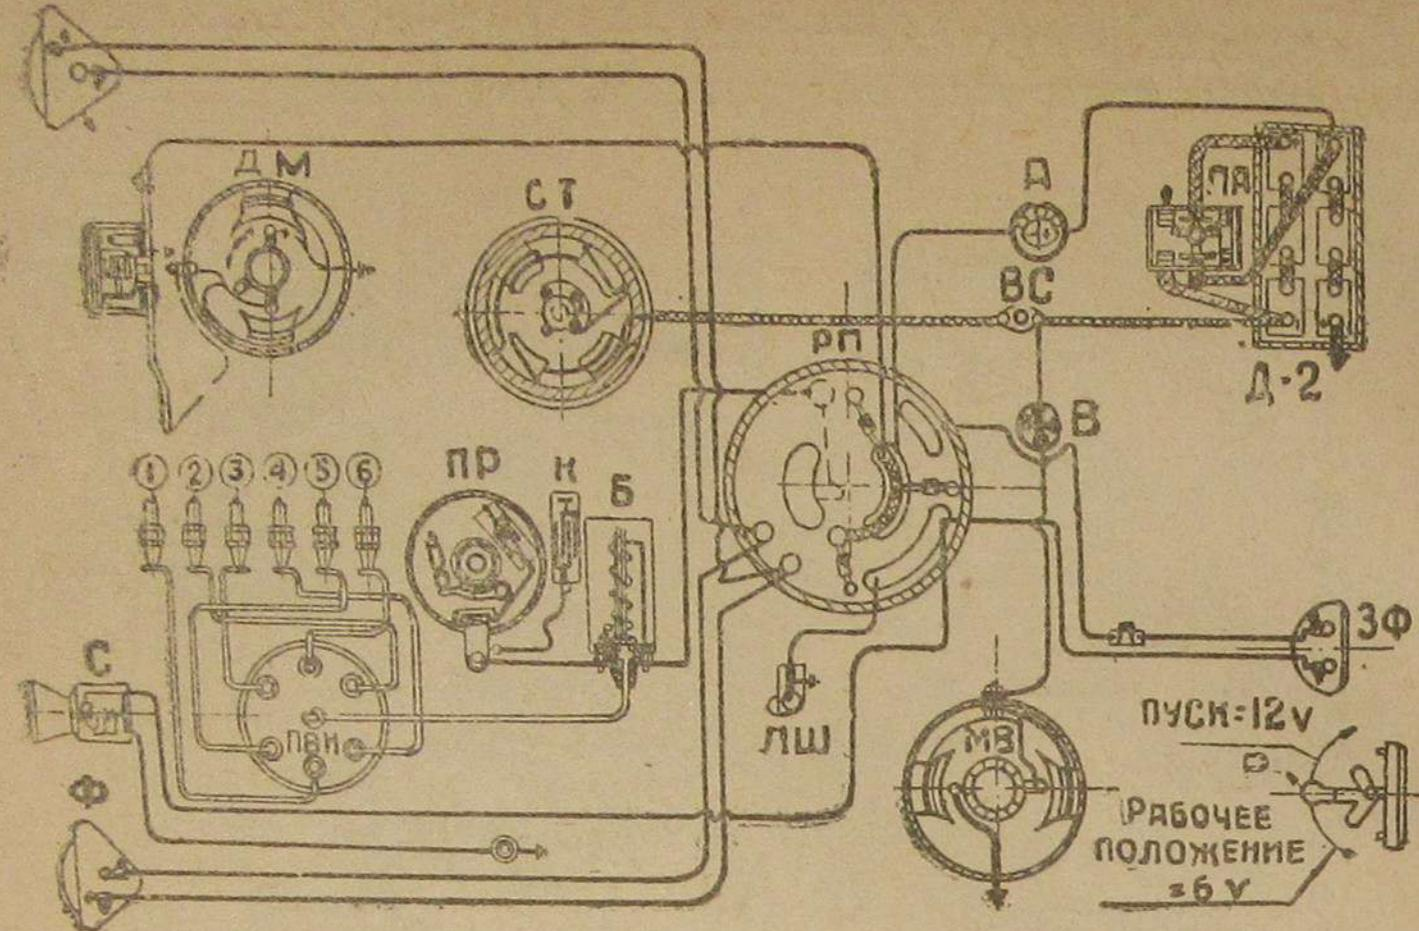
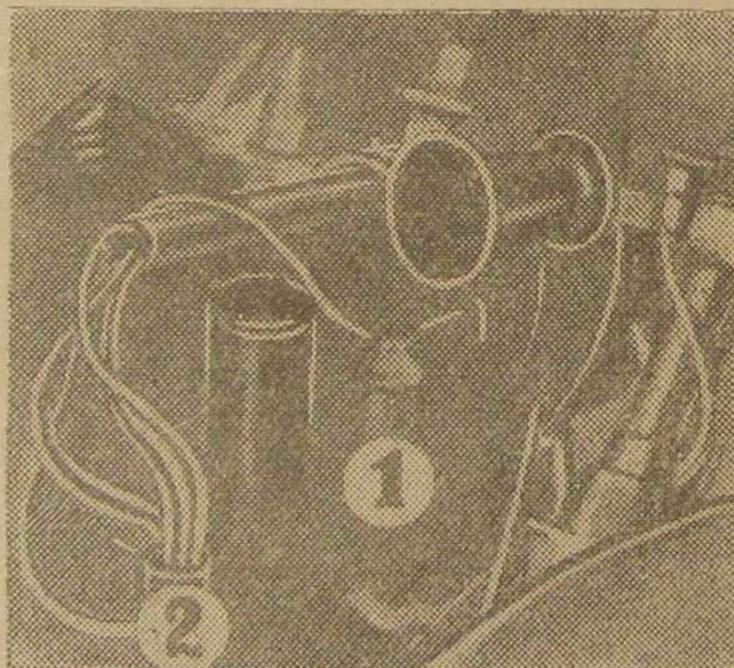

Рис. 9. Схема электрооборудования ЗИС-21 — АРЗ.
Рис. 10.
ством которого два аккумулятора включаются последовательно на 12 вольт при работе электровентилятора розжига и стартера. Остальные потребители тока и зажигание работают от 6 вольт (рис. 9). Бобина (1) (рис. 10) вынесена и укреплена на кронштейне у распределителя. Конденсатор (2) из-за увеличенных габаритов ставится выносной.